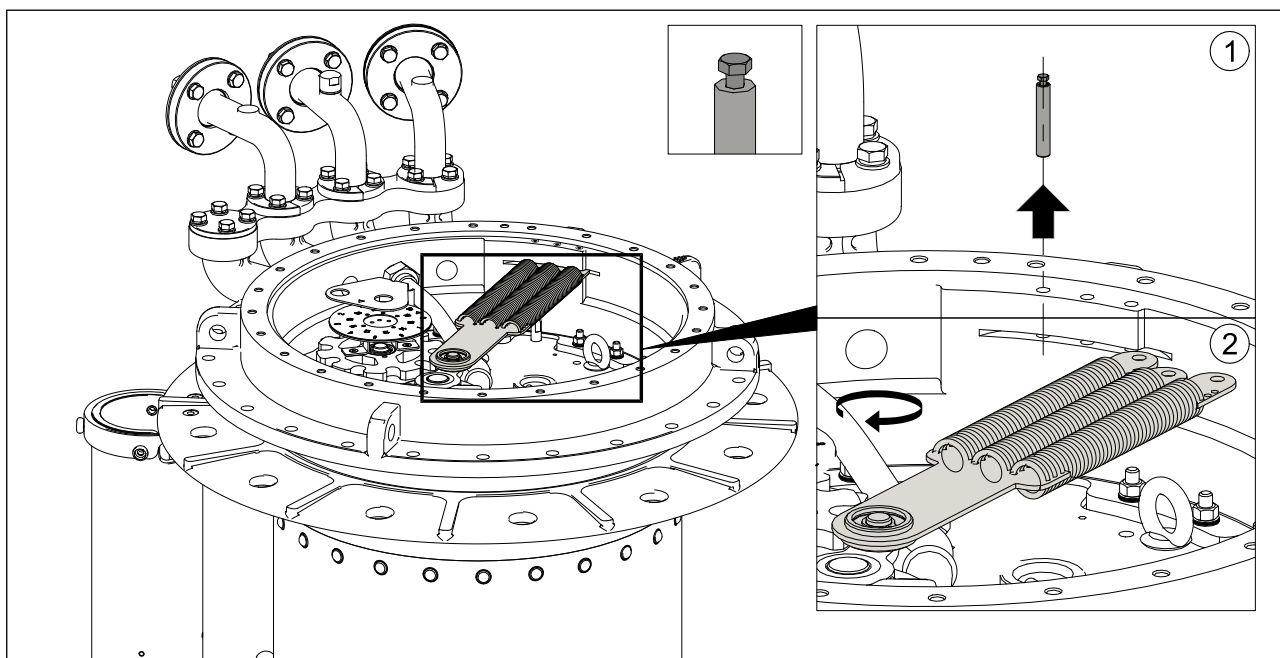

图 5-5 从 OLTC 安装法兰上分离储能弹簧
1. 使用 M4 螺栓，拆除 3 套拉簧销，从 OLTC 安装法兰上垂直拔出拉簧销。（见图 5-5）。